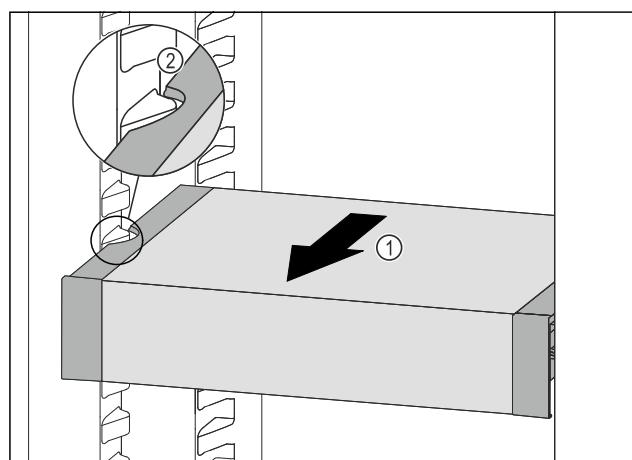

Fig. 97
- Вытягивайте VarioSafe вперед Fig. 97 (1), пока боковые выемки VarioSafe не окажутся на высоте выступа резервуара в холодильном отделении. Fig. 97 (2)